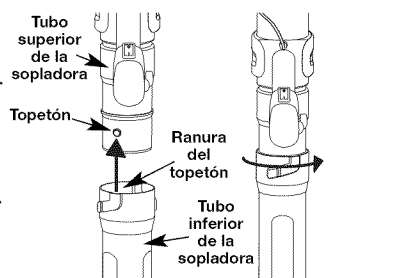

Fig. 3
1. Inserte el tope del tubo superior de la sopladora en la ranura de tope de la tubo inferior de la sopladora (Fig. 3).
2. Mientras que sostiene el tubo superior del soplador, tuerza el tubo más bajo del soplador a la derecha hasta que se traben en lugar (Fig. 3).